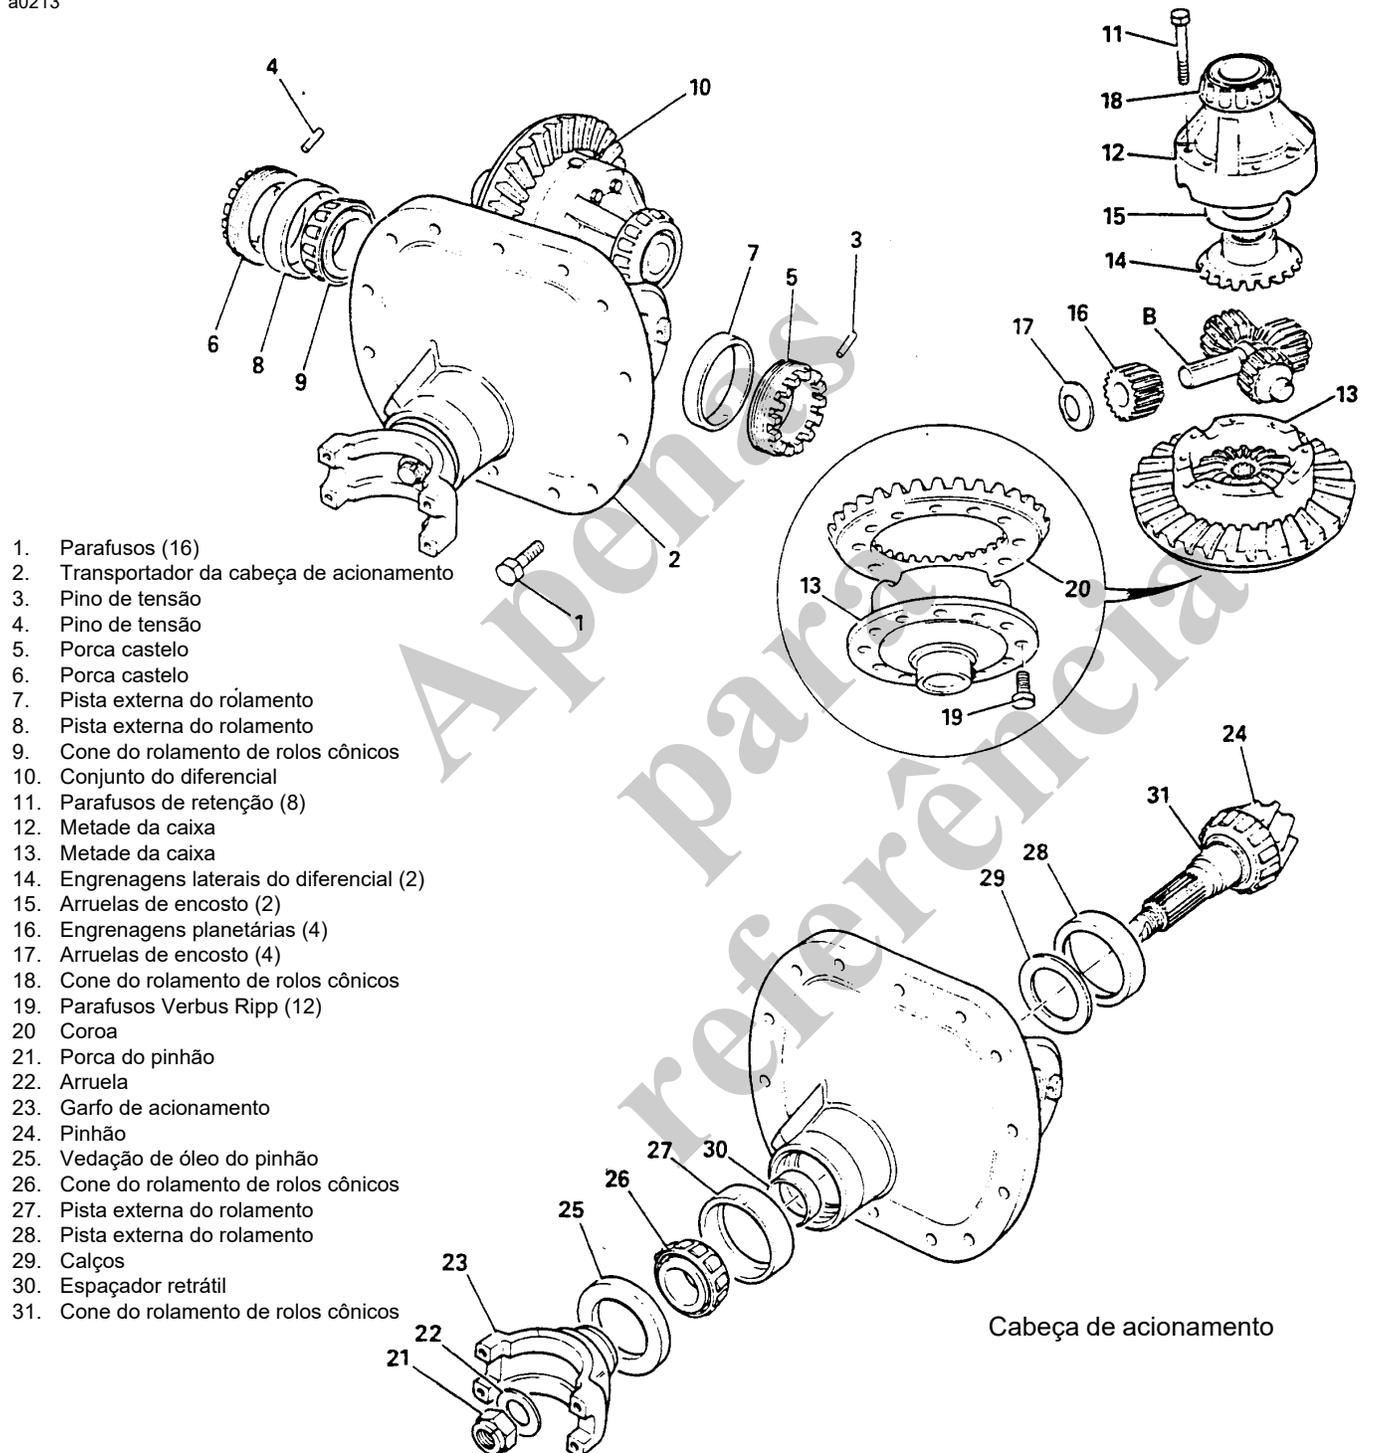

FIGURA 8-49
Desmontagem (Figura 8-49)
3. Marque a posição de instalação do transportador da cabeça de acionamento **2**, Figura 8-49.
12. Remova as quatro engrenagens planetárias **16** e as arruelas de encosto **17** dos pinos do munhão (B).
NOTA: A coroa **20** (Figura 8-49) e o pinhão **24** são um conjunto e devem ser substituídos como um par se algum deles estiver danificado ou excessivamente desgastado. As metades da caixa do diferencial **12** e **13** também são um conjunto, bem como as engrenagens **14** e **16**. Não use metades ou engrenagens que não formem um conjunto.
1. Instale a pista externa do rolamento do pinhão **28** (Figura 8-49) no transportador da cabeça de acionamento **2** junto com os calços **29** da espessura necessária para obter a profundidade correta do pinhão. (Consulte Procedimento de ajuste da profundidade do pinhão na página 8-15). Instale os calços atrás da pista externa Figura 8-49.